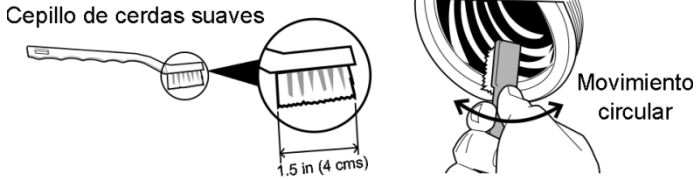

FIG. 4 TIP PARA LIMPIAR PARTES IRREGULARES
2. Usando un cepillo de cerdas suaves (no incluido - **Ver Fig 4**) lave cada componente con solución jabonosa, especialmente dentro del cabezal (13) para desechar restos de carne acumulados.
5. Lubrique navaja (18) y cedazo (19) con el aceite grado alimenticio. Ensamble otra vez.